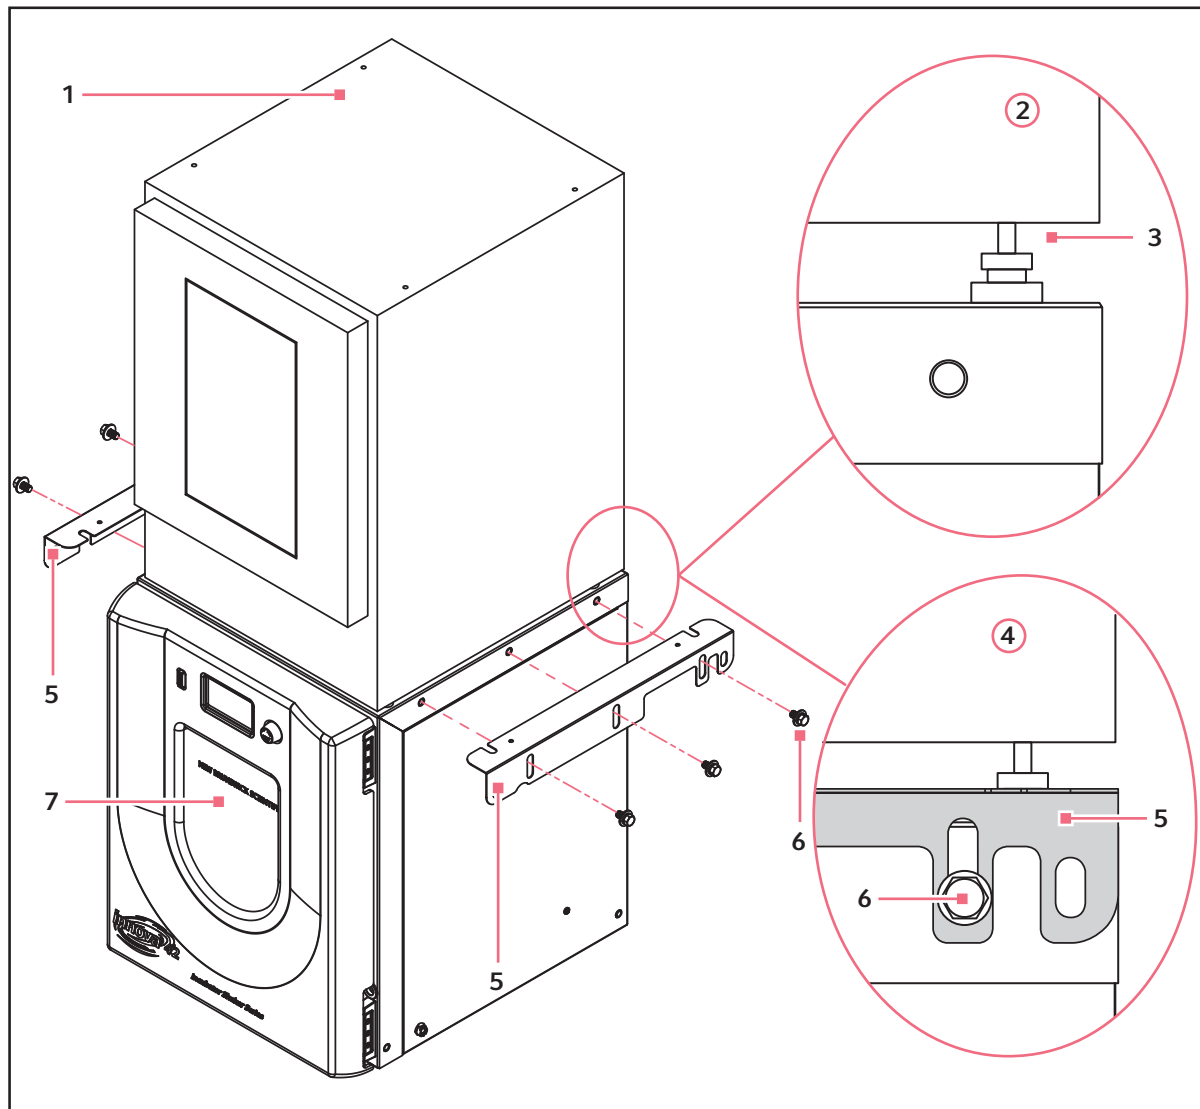

図 4-10: Innova 42/42R 上の Innova 4200/4230 を積み重ねます
3. 以下に示すように、Innova 4200/4230 を持ち上げて、Innova 42/42R の中央にあるリフティングカーまたは別の適切な装置を使用して配置します（参照：図 4-10 P. 39）。